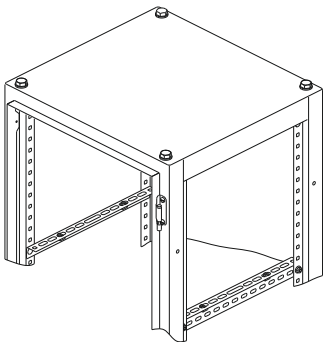

Рисунок 19
14.1 Вставьте кузовные гайки в пазы 9×20 предварительно установленных уголков для оборудования (рисунок 19).